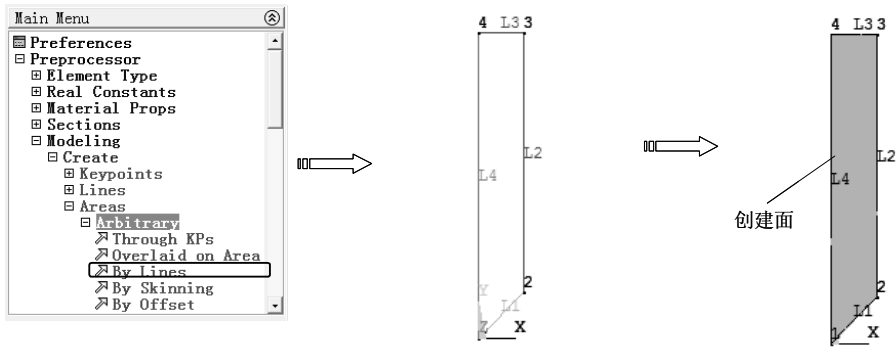

图 7-224 通过边界线创建面
6) 选择“Main Menu>Preprocessor>Modeling>Create>Areas>Arbitrary>By Lines”命令，弹出“Create Area By Lines”对话框，选择所有线，然后单击“OK”按钮创建面，如图 7-224 所示。